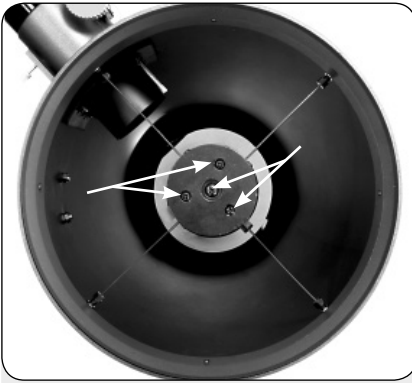

Рис. 31b: Четыре юстировочных винта на корпусе вторичного зеркала
2. Если отражение в главном зеркале (3, рис. 31а) не центрировано на поверхности вторичного зеркала, отрегулируйте 4 юстировочных винта на пластиковом корпусе вторичного зеркала так, чтобы центрировать изображение. Как описано выше, 4 юстировочных винта (рис. 31b) на пластиковом корпусе вторичного зеркала используются во время процедуры юстировки для двух разных настроек.